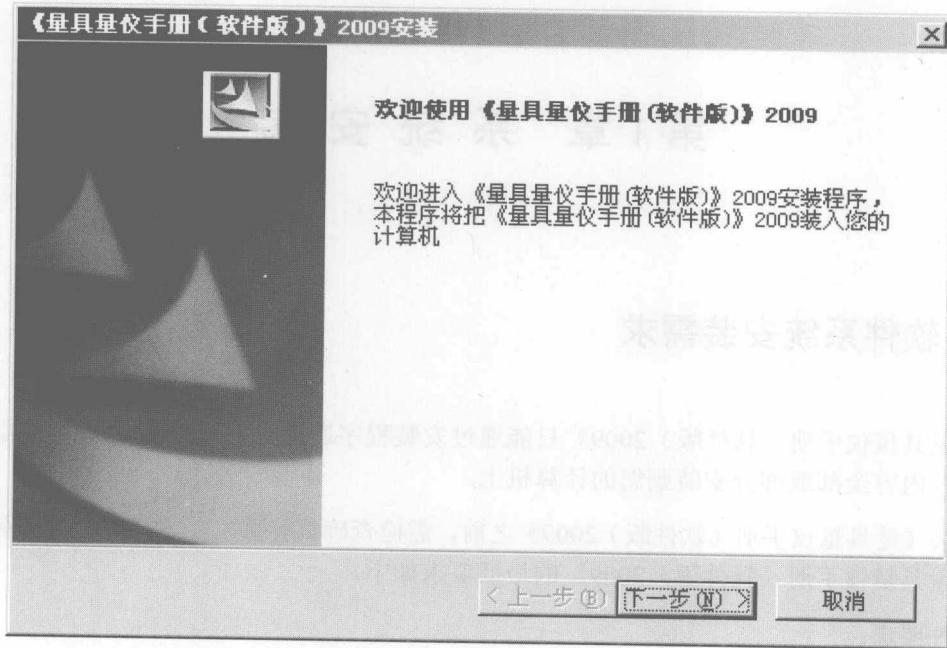

图 1-1 欢迎界面
- (1) 在 CD-ROM 驱动器中放入《量具量仪手册（软件版）2009》安装盘。
- (2) 双击安装盘中的安装程序 Setup.exe，用户首先看到的是欢迎界面，如图 1-1 所示。